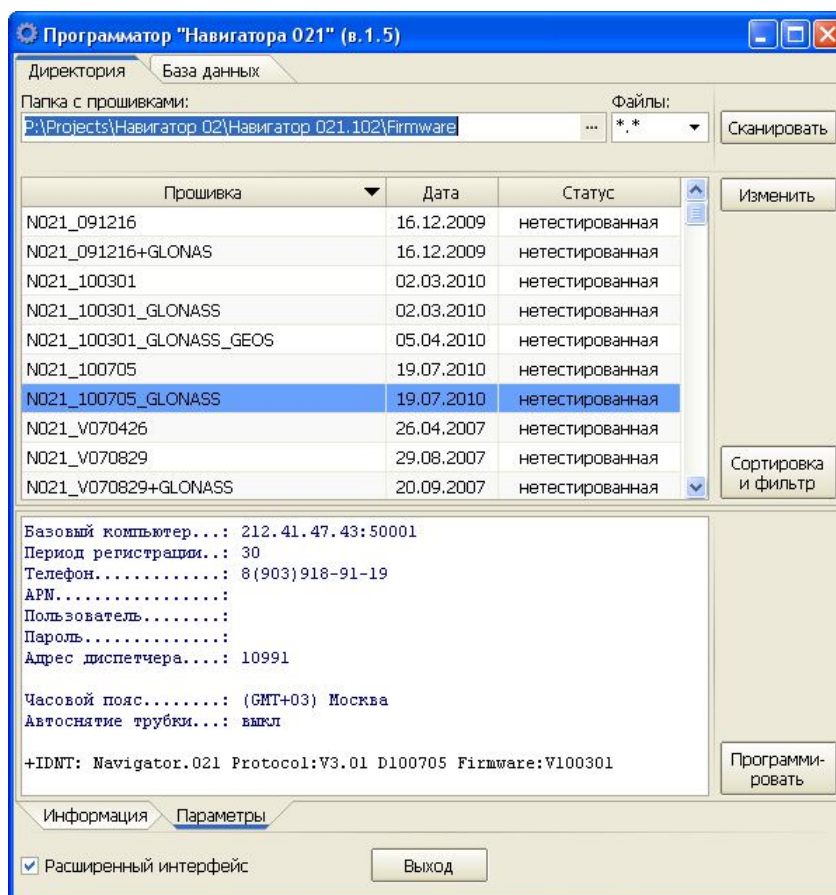

Рисунок 1 – Главное окно программы «ПроГНав 021 (в.1.5)»
3.4.3.3 После запуска программы открывается главное окно, рисунок 1, которое имеет несколько закладок, пунктов меню и «строку состояния».